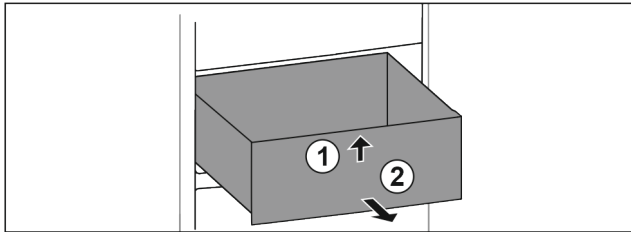

Fig. 32
- ▶ Nadzvedněte zásuvku vpředu. Fig. 32 (1)
- ▶ Vyjměte zásuvku dopředu. Fig. 32 (2)